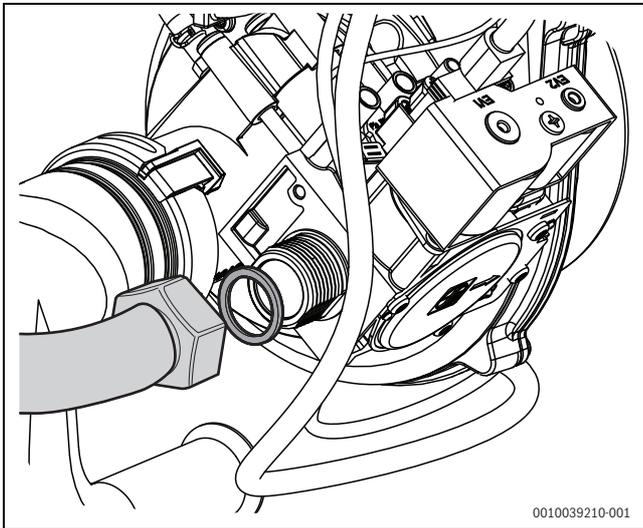

Bild 17 Dichtung für Gasanschlussrohr einlegen
- ▶ Mitgelieferte Dichtung (im Zubehör-Set) in Schraubenverbindung des Gasrohres an der Gasarmatur einlegen und Überwurfmutter mit einem Drehmoment von 50 Nm anziehen (→Bild 17). Dabei darauf achten, dass die Durchführungsstülpe des Gasrohres an der Rückwand gleichmäßig am Rohr anliegt und keine mechanischen Spannungen entstehen.